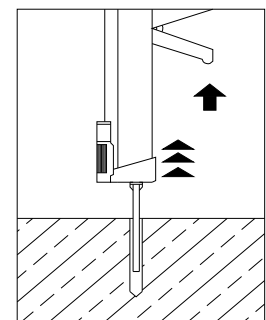

Fig.38
- Injecteer met behulp van het mortelpatroon TIHI-HY 150 de mortel gemengd met verharder in het geboorde gat. Spuit het gat voor 2/3 vol (Fig.38).